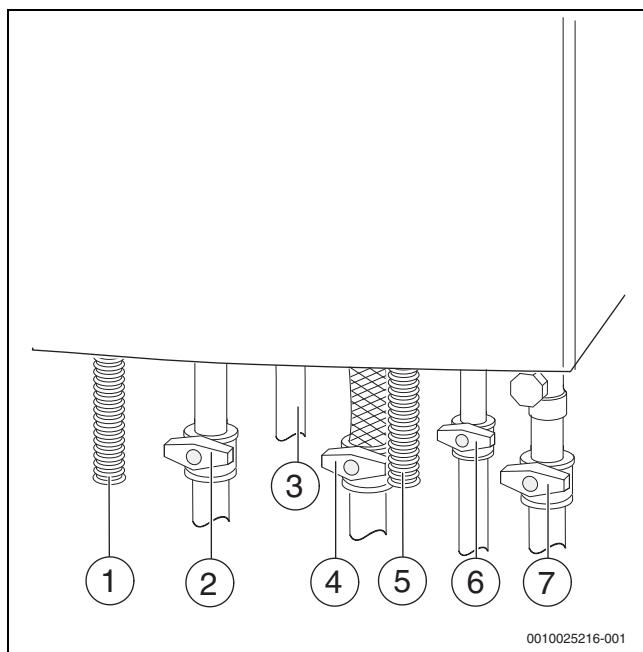

Рис. 26 Подключения газа и воды (дополнительное оборудование)
- Откройте кран холодной воды (→ рис. 26) и затем откройте кран горячей воды и держите его открытым до тех пор, пока из него не потечет вода.
- Откройте краны подающей и обратной линий отопления (→ рис. 26).
- Заполните отопительную систему до давления 1–2 бар в устройстве заполнения и подпитки (→ рис. 26) и снова закройте устройство заполнения и подпитки.